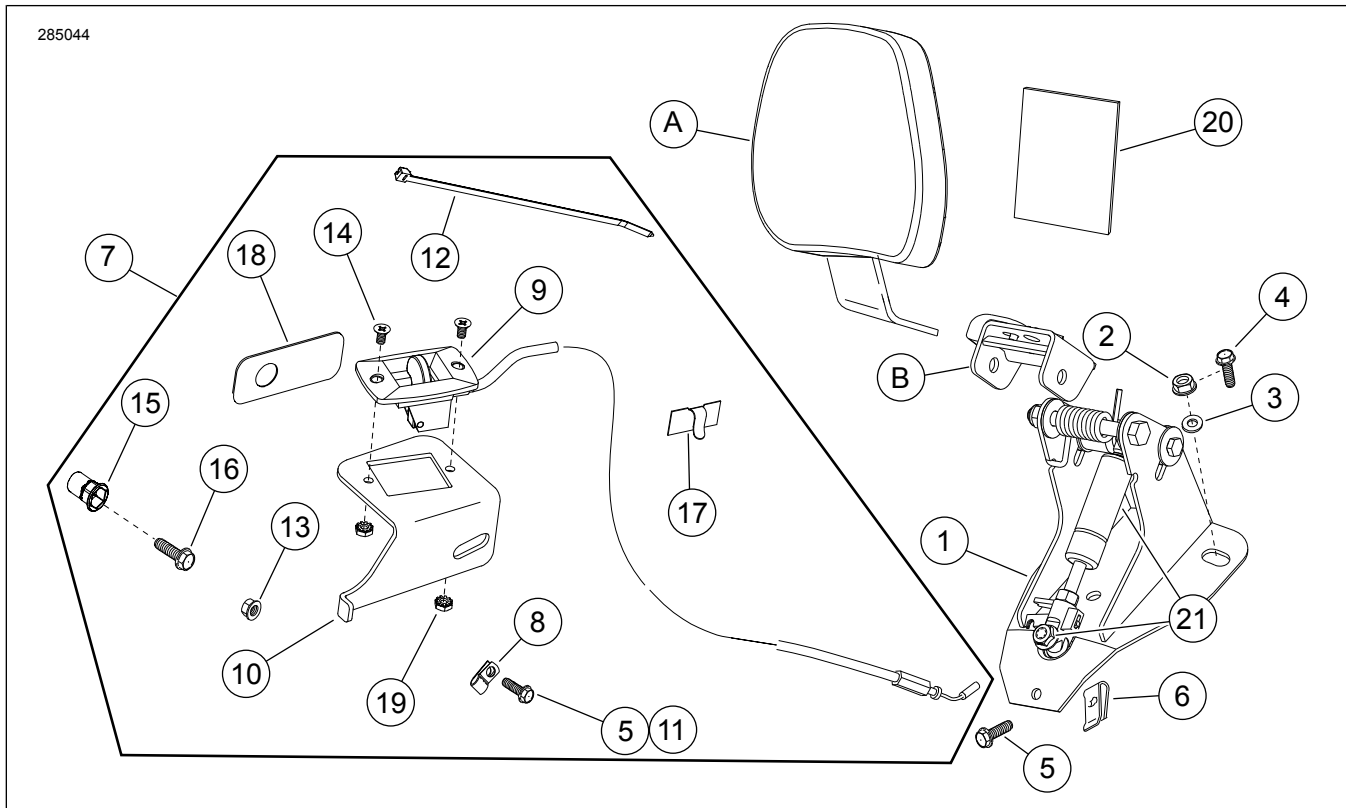

Figura 14. Componente de service: Kit componente montare spătar reglabil pentru motociclist
7. Consultați Figura 14 . Scoateți din kit suportul mânerului de acționare (10).
8. Consultați Figura 14 . Introduceți cablul (parte din articolul 9) prin deschiderea suportului pentru mânerul de reglare (10), după cum se arată. Montați mânerul de reglare (parte din articolul 9) în suport (10) utilizând cele două șuruburi (5). Strângeți șuruburile în siguranță, dar nu prea mult.
15. **Modele pentru California cu tubul de canistră evaporator:** a se vedea Figura 14 . Scoateți din kit clema auto-adezivă (17) . Curățați cu alcool izopropilic zona plană a suportului pentru mânerul de reglare aproximativ în zona din care a fost îndepărtată clema din plastic stoc. Atașați clema la suport și treceți tubul evaporator prin clemă. Îndoiți clema în jos pentru a reține tubul în siguranță.
17. Consultați Figura 3 . Montați mânerul de reglare a spătarului (2) în suportul mânerului de reglare (1) așa cum se arată, cu șuruburile cu cap plat prevăzute (3) (articolul 5, Figura 14) . Strângeți bine șuruburile.
2. **Pentru modelele 1999 și ulterioare:** a se vedea Figura 14 . Montați suportul spătarului (1) după se arată, utilizând piulițele cu flanșă (2), șaibele (3) și șurubul (5). **Modele 1997-1998:** utilizați șuruburi hexagonale (4) și șaibe (3).
4. Consultați Figura 14 . Scoateți apărătoarea scaunului (20).